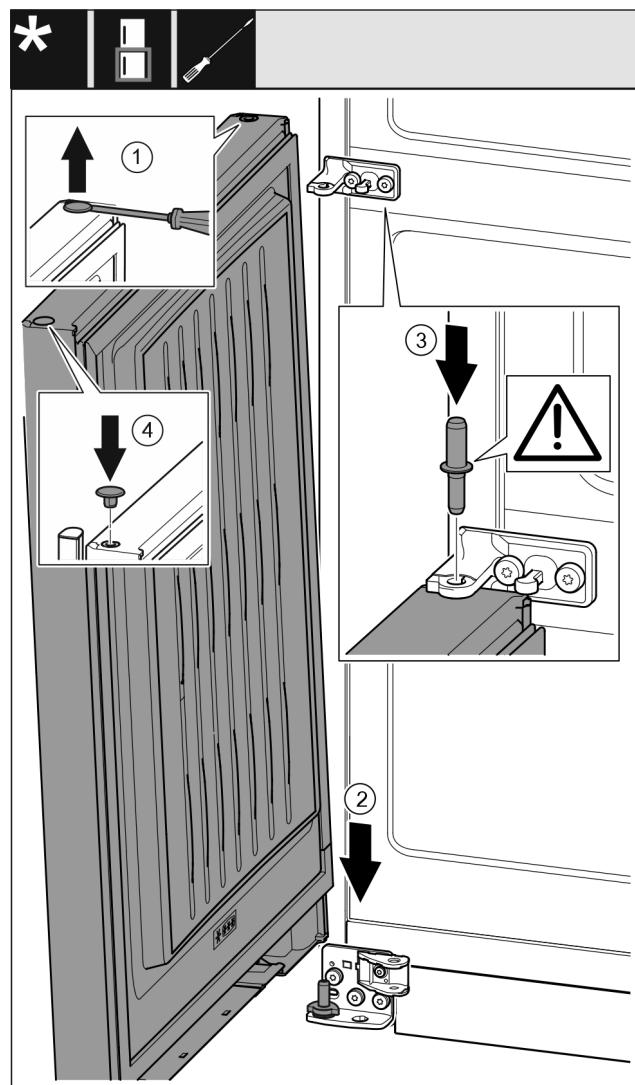

Fig. 43
- ▶ 将堵头 Fig. 43 (1)用带槽螺丝刀小心地提起并将其拉出。
- ▶ 将冰箱门 Fig. 43 (2)从上方将放在下面的轴承螺栓上。
- ▶ 将中间轴承螺栓 Fig. 43 (3)通过中间托架放置在冰箱下方门内。同时注意止动凸轮需指向后方。
- ▶ 将堵头 Fig. 43 (4)重新放入门的另一侧。